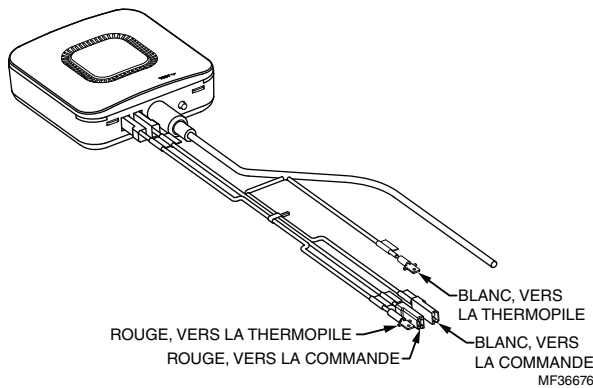

Fig. 3. Fils du détecteur de fuites.
2. Branchez les câbles de détection de fuites comme illustré à la Fig. 3.